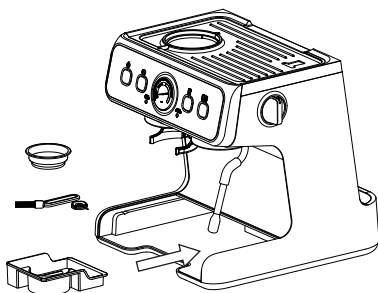

Fig. 8
La máquina está equipada con una caja de herramientas (15) que se utiliza para guardar las varillas de limpieza y los cepillos de limpieza. En la caja de herramientas también se pueden guardar filtros para una taza y filtros para dos tazas. La caja de herramientas está ubicada en la parte inferior izquierda del aparato, desde donde podrás extraerla cuando retires la bandeja recogegotas de la máquina (fig. 8).